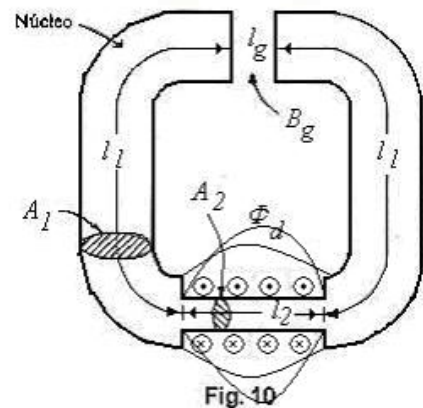
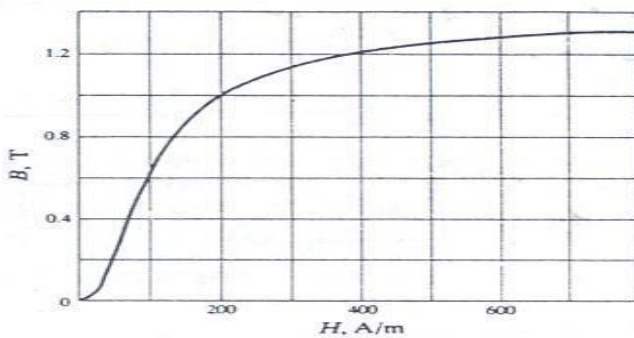

Fig. 10
Fig. 11
10.-Un circuito magnético compuesto en el que varía la sección transversal se muestra en la Fig.10; la porción de hierro tiene las características B-H de la Fig. 11. Datos $N = 100$ vueltas; $l_1 = 4l_2 = 40$ cm; $A_1 = 2 A_2 = 10$ cm²; $l_g = 2$ mm; flujo de dispersión $\phi_1 = 0,01$ mWb. Calcúlese la corriente I necesaria para establecer una densidad de flujo en el entrehierro de 0,6 T.